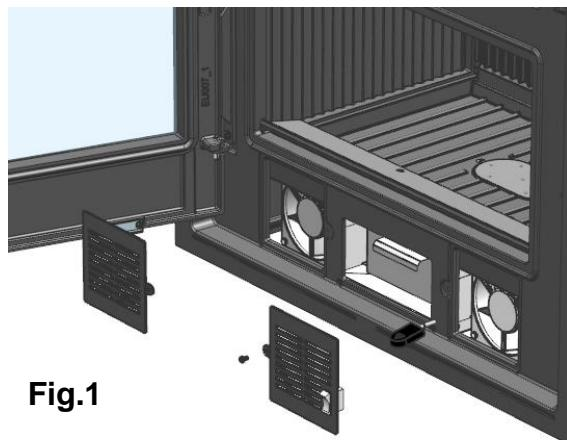

Fig.1
13. Soltar a grade frontal desaparafusando o parafuso que a sujeita (Fig.1)